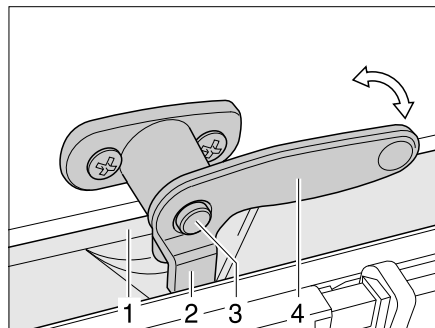

Bild 48 Verriegelungshebel mit Sicherungsknopf in Stellung "geschlossen"
- Den Sicherungsknopf (Bild 48,3) drücken und gedrückt halten.
- Den Verriegelungshebel (Bild 48,4) eine viertel Umdrehung zur Fenstermitte hin drehen.
- Den Verriegelungshebel (Bild 48,4) eine viertel Umdrehung zum Fenster- rahmen hin drehen. Die Gabel (Bild 48,2) am Verriegelungshebel liegt komplett auf der Innenseite der Fensterverriegelung (Bild 48,1).
- in Stellung "fest verschlossen" (Bild 48)